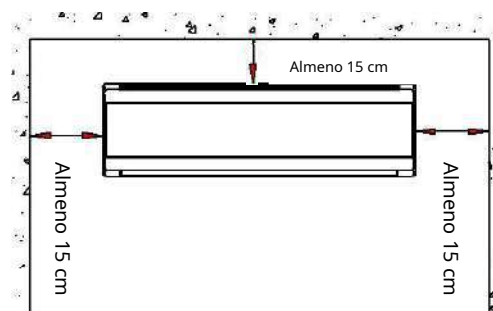

Fig. 1
- Garantire la distanza come richiesto nella Fig.1.
- Il retro dell'unità interna deve essere vicino al muro(Fig.1)